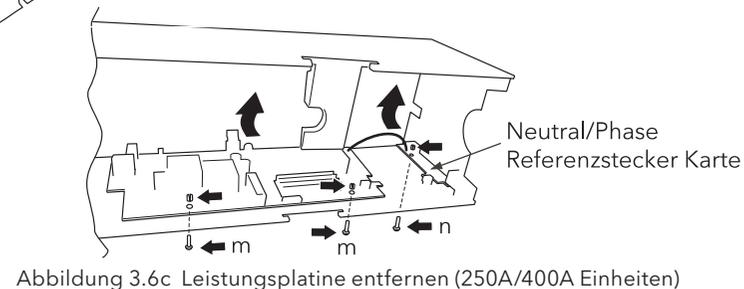

Abbildung 3.6c Leistungsplatine entfernen (250A/400A Einheiten)
- Nun können Sie die Leistungsplatine entfernen, indem Sie die Kunststoffnieten ('m' in Abbildung 3.6c) lösen, die die Platine im Gehäuse befestigen. Für die 250A und 400A Module müssen Sie auch die Kunststoffnieten ('n') lösen, die die Neutral/Phase Referenzstecker Karte befestigen.